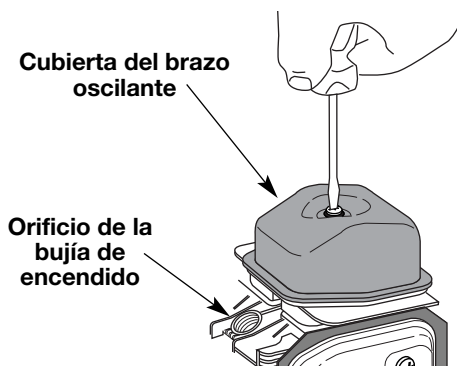

Fig. 36
7. Limpie la suciedad de alrededor de la cubierta del brazo oscilante. Saque el tornillo que sostiene la cubierta del brazo oscilante con un destornillador grande de vástago plano o con una broca Torx T-25 (Fig. 36). Saque la cubierta y la junta del brazo oscilante.
- El pistón se encuentre en la parte superior de su recorrido mientras mira dentro del orificio de la bujía de encendido (Fig. 36).